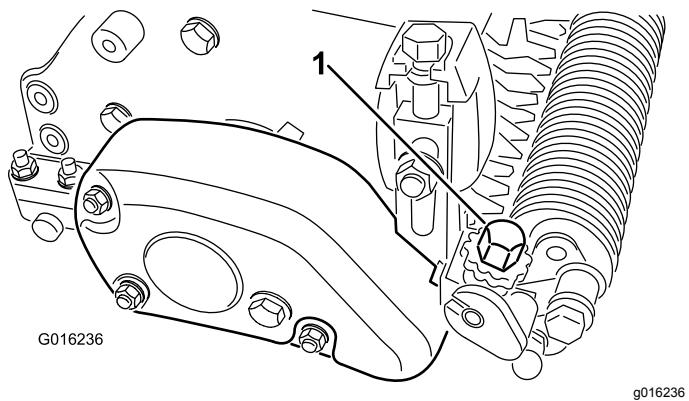

Figura 25
- Da un'estremità dell'albero grooming, misurate la distanza tra la punta inferiore della lama grooming e la superficie di lavoro. Girate la manopola di regolazione dell'altezza (**Figura 25**) per sollevare o abbassare la punta della lama all'altezza di grooming desiderata. Ogni tacca sulla manopola di regolazione equivale a circa 0,08 mm di profondità del groomer.